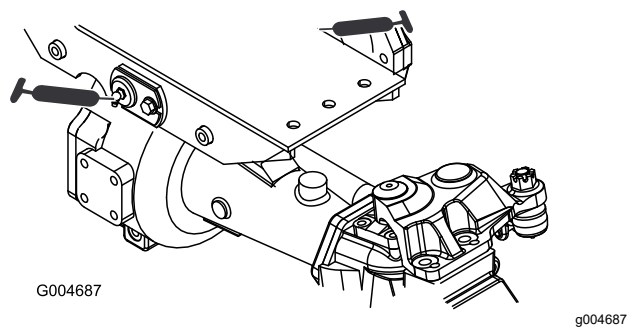

Figura 46
- Casquillos de los pivotes de los ejes delantero y trasero (2) (Figura 46).